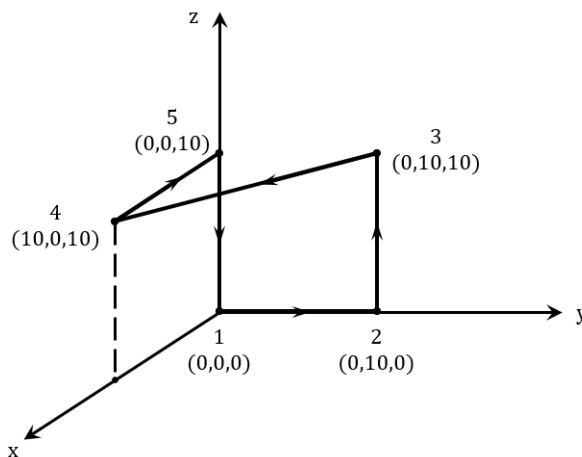

Рисунок 4.15. Заданная траектория движения.
3.1. Написать управляющую программу для отработки траектории из задания лабораторной работы (рис. 4.15)